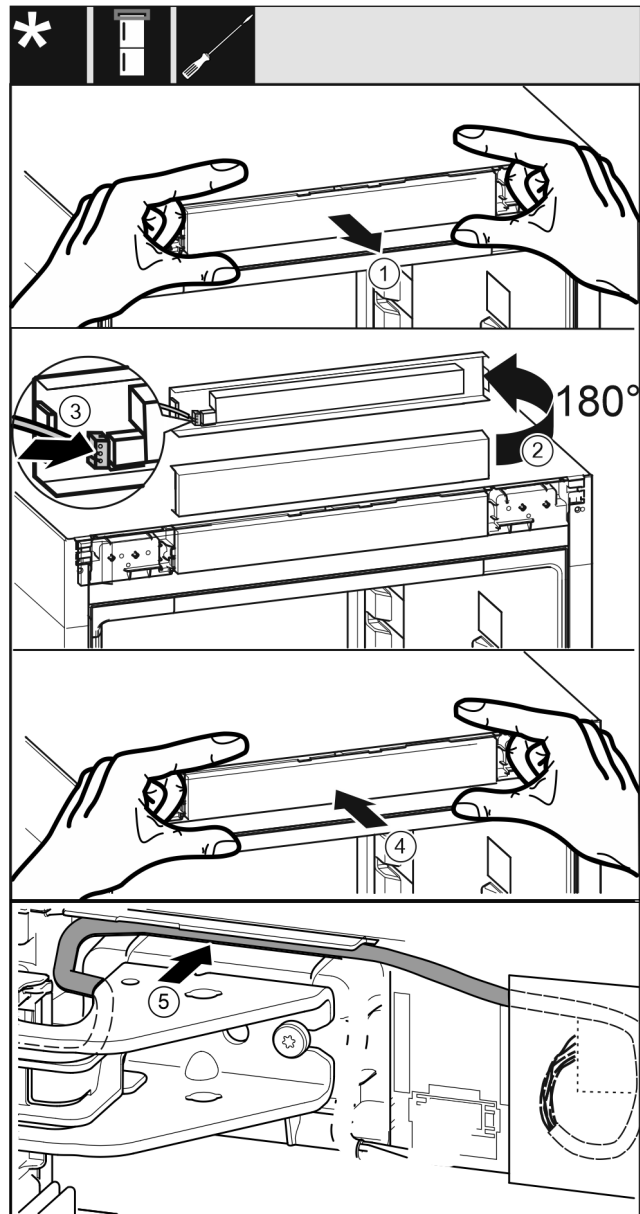

Fig. 48
- Bedienblende Fig. 48 (1) vorsichtig herausnehmen.
- ▶ Bedienblende Fig. 48 (2) um 180° nach oben drehen.
- ▶ Stecker Fig. 48 (3) an der Bedienteilblende einrasten.
- ▶ Bedienblende Fig. 48 (4) wieder am Gerät einrasten.
- ▶ Kabel Fig. 48 (5) vorsichtig in der Führung über dem oberen Lagerbock verlegen.